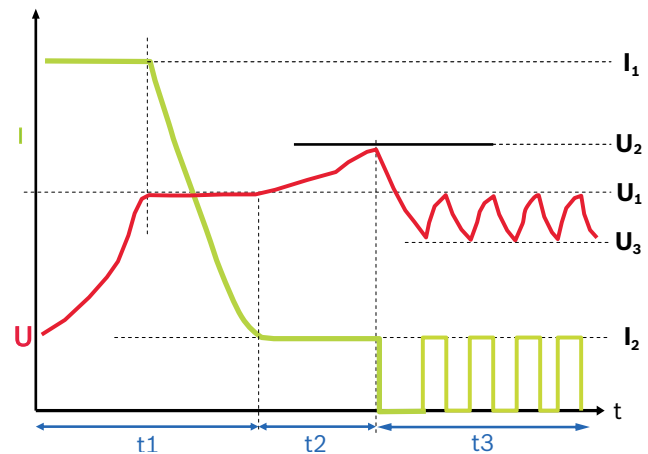

Fig. 3: Lade karakteristikklinje
- 1 Ladeafvikling (se lade karakteristik fig. 3)